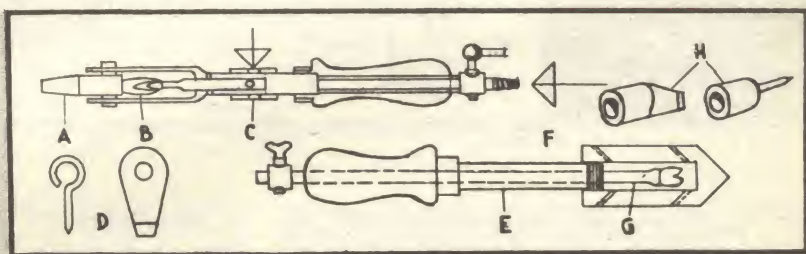

Fig. 9
Data la diversità di questo tipo di riscaldamento incorporato, dobbiamo dedicargli un paragrafo a parte. Tutti i ferri a gas, a riscaldamento incorporato, sono diversi l'uno dall'altro. Utilizzando del gas di città o del gas butano, per esempio (fig. 9), la fiamma riscaldante può essere sia all'esterno che all'interno della penna. Nel primo modello (A), la cui fabbricazione è alla portata di tutti, la condotta del gas è formata da un tubo montato all'interno dal manico in legno. All'ini-